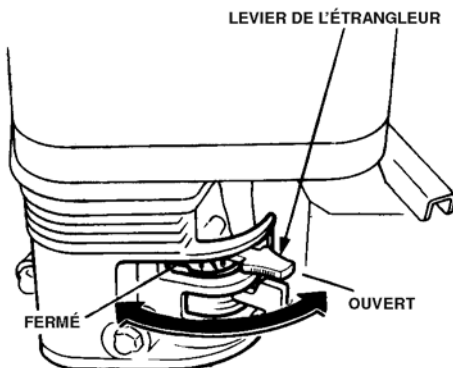

Figure 11. Levier de l'étrangleur
3. Placez le **levier de l'étrangleur** (Figure 11) sur position OPEN (ouvert).
6. Si le moteur a démarré, remettez lentement le levier de l'étrangleur (Figure 11) sur position **FERMÉE**. Si le moteur n'a pas démarré, reprenez les étapes 1 à 5.